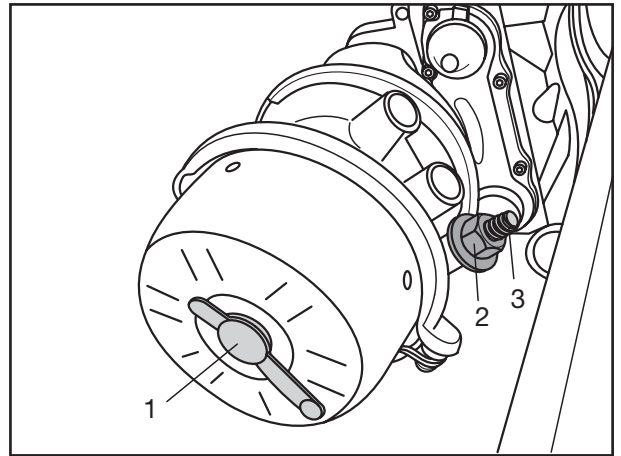

Fig. 4
- [10] Verschluss (Fig. 4/1) der Bohrung öffnen.
- [11] Mutter (Fig. 4/2) von der Spindel (Fig. 4/3) Spindel schrauben und mit der Scheibe abnehmen.
- [10] Remove the bung (Fig. 4/1) from the end cover.
- [11] Unscrew the nut (Fig. 4/2) from the spindle (Fig. 4/3) and remove it together with the washer.
- [10] Retirer le bouchon (Fig. 4/1) de l'alésage.
- [11] Dévisser l'écrou (Fig. 4/2) de la broche (Fig. 4/3) et l'enlever ainsi que la rondelle.